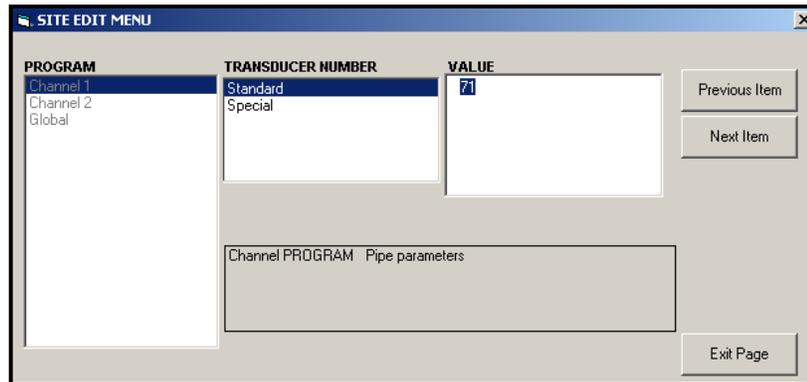

Figure 42 : Option Paramètres du tuyau dans le Menu de modification du site
- Mettez en surbrillance et double-cliquez sur l'option souhaitée dans le volet central. La Figure 42 à la page 88 montre la première entrée (numéro de transducteur) dans l'option *Paramètres de tuyau*. Le titre au-dessus du volet central présente l'entrée actuelle, tandis que le volet central affiche les sélections disponibles pour cette entrée.